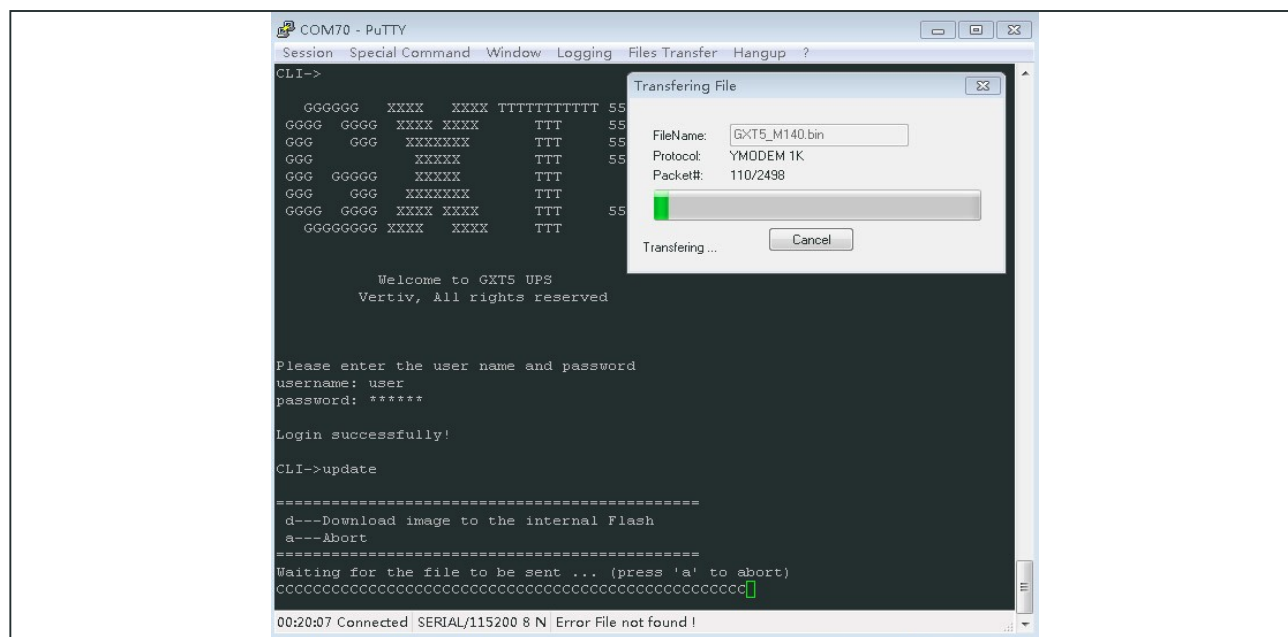

図 5-7 CLIのファイル転送
5. コマンドラインにupdateと入力し、キーボードのdを押します(図5-7参照)。